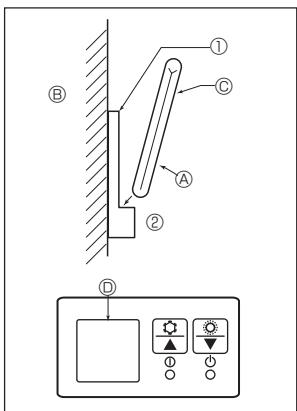
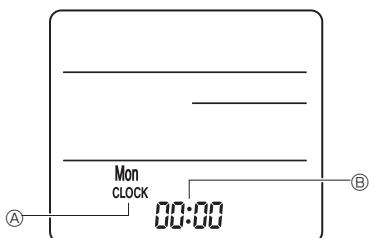

Fig. 6-7
Fig. 6-8
2) Installation (Fig. 6-7)
- ① Die Halter der Fernbedienung mit 2 Blechschrauben am gewünschten Ort anbringen.
② Die Unterseite der Fernbedienung in den Halter einsetzen.
③ Fernbedienung ④ Wand ⑤ Display ⑥ Empfänger
3) Einstellung (Uhreinstellung) (Fig. 6-8)
- ① Batterien einlegen oder die Taste ⑦ CLOCK mit einem spitzen Gegenstand drücken.